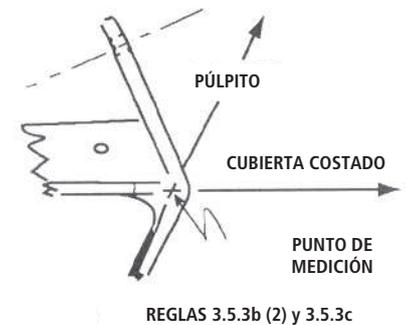

Figura 2. Punto de medición del largo total del stay de proa y la distancia del J máximo.
▶ Luego es bueno que el mástil quede lo mas a popa posible en la fognadura. Apoye la punta de la cinta en la cara de proa del mástil y la distancia máxima es 2925 mm a la intersección de la cubierta y la roda en proa, "Punto de medición" (Ver figura 2)